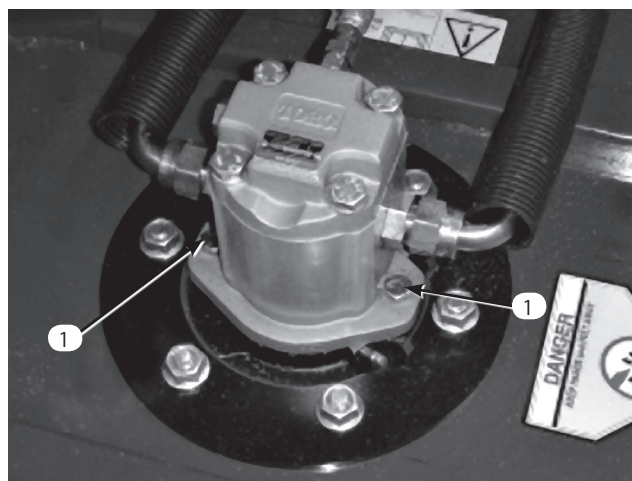

図9
2. デッキから油圧モータを外す (図9)。異物がつかないように、スピンドル上部にはカバーを掛けておく。
4. デッキに油圧モータを取り付ける (図9)。Oリングを忘れない、また、損傷させないように注意して取り付ける。